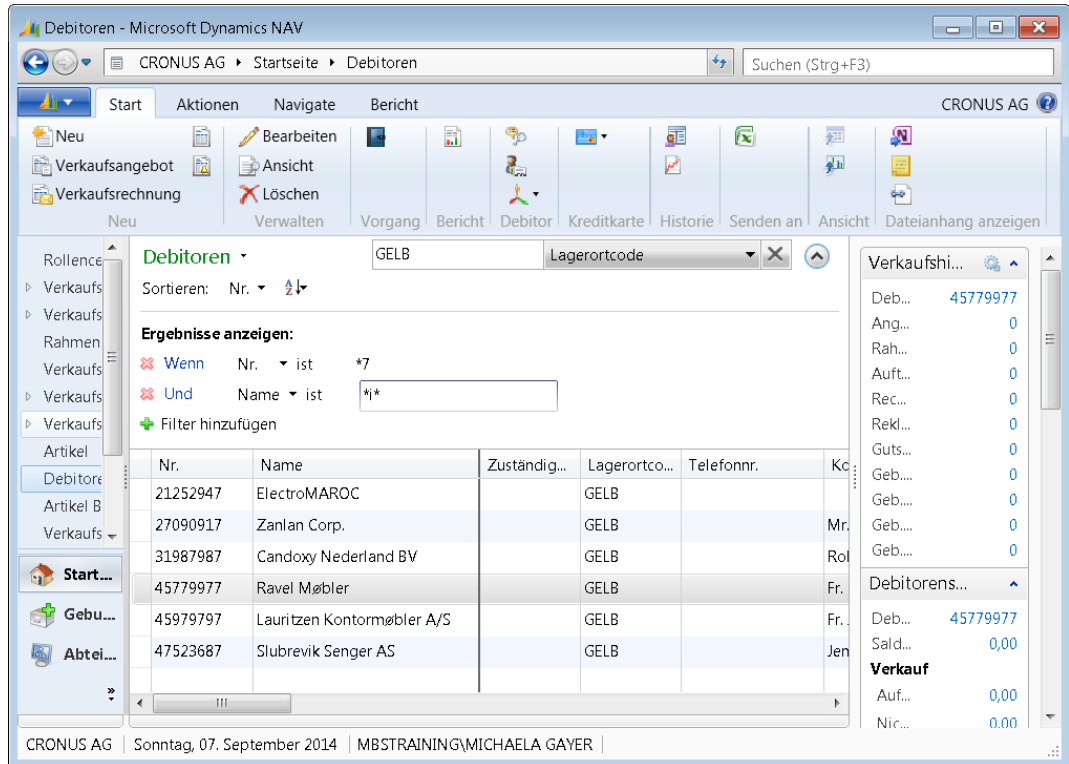

Abbildung 2.11 Erweiterter Filter auf Kunden, deren Nummer mit »7« endet und die ein »i« im Namen aufweisen
10. Um auf Kunden zu filtern, deren Nummer mit »7« endet und die ein »i« im Namen aufweisen, benötigen Sie zwei Filterzeilen. Für den Filter auf das Feld *Nr.* ersetzen Sie das zuvor eingetragene Filterkriterium durch »*7«. Danach tragen Sie eine zweite Filterzeile zur Spalte *Name* mit dem Kriterium »*i« ein (siehe Abbildung 2.11).